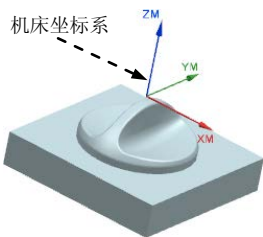

图 3.3 创建机床坐标系
Step2. 单击“CSYS”对话框 操控器 区域中的“操控器”按钮 ，系统弹出“点”对话框；在“点”对话框的 X 文本框中输入值 0.0，在 Y 文本框中输入值 0.0，在 Z 文本框中输入值 30.0；单击  确定 按钮，此时系统返回至“CSYS”对话框，在该对话框中单击  确定 按钮，完成图 3.3 所示的机床坐标系的创建。